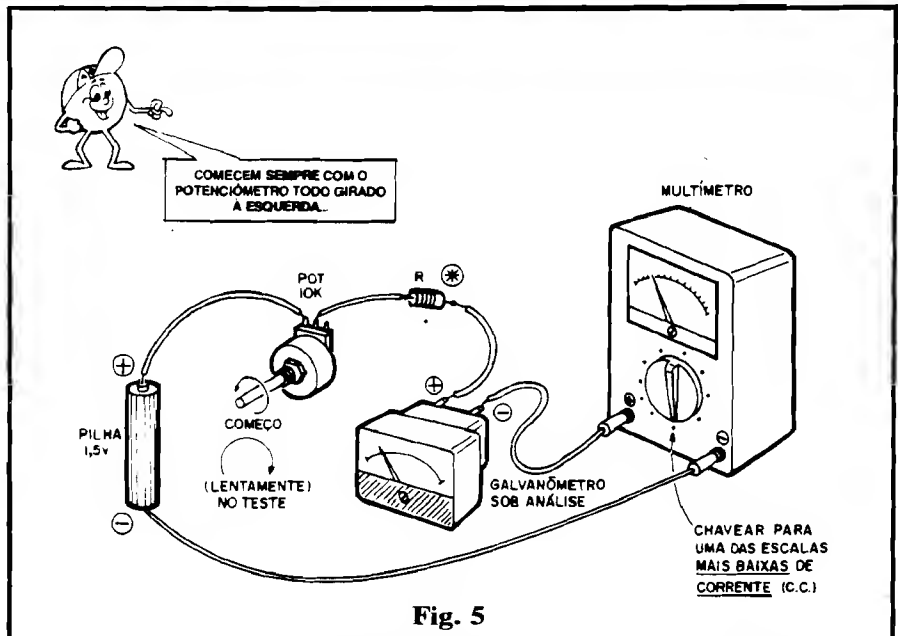

Fig. 5
- Por outro lado, um VOLTÍMETRO aplicado entre o ponto S e a linha do negativo da alimentação, mostrará rápidos pulsos positivos, cada vez que o transistor TR2 "liga", numa configuração ou "desenho" parecido com o mostrado no diagrama B da fig. 5 - pág. 5 - ABC nº 8)...
- **FIG. 5** - Para determinar - com segurança - o ALCANCE (fundo de escala) de um galvanômetro, usamos a disposição indicada na figura: fechamos um elo circuital a partir de uma única pilha pequena, de 1,5V, em série com um potenciômetro (tipicamente de **10K ou mais**), um resistor fixo (inicialmente aplicamos um de 10K, modificando experimentalmente seu valor - depois - até obter o desejado "comportamento" do conjunto...), o GALVANÔMETRO analisado e um MULTÍMETRO (este chaveado para a função de medição de Corrente Contínua, numa de suas faixas **mais baixas**, tipicamente entre 200uA e alguns mA...). Observem **COM ATENÇÃO** os seguintes pontos: **polaridades** da pilha, do galvanômetro e das entradas do MULTÍMETRO, terminais usados no potenciômetro e (principalmente) necessidade do eixo do potenciômetro estar, inicialmente, **totalmente girado para a esquerda** (sentido anti-horário). A sequência de procedimentos é simples e direta: